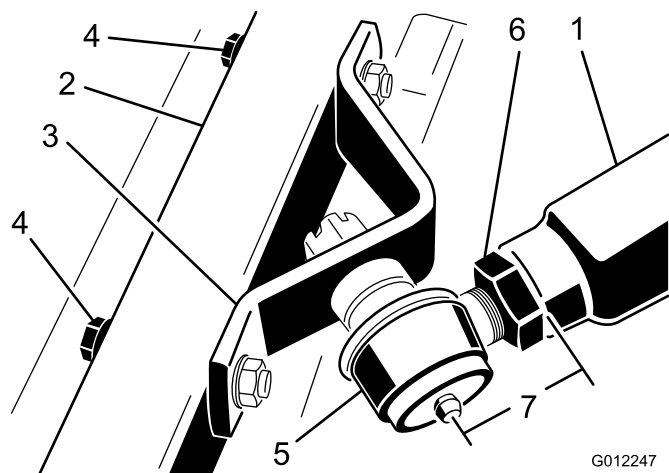

Figura 6
3. Meça a distância a partir da extremidade de cada braço do lado direito para o centro da rótula esférica (bocal de lubrificação) (Figura 6). A distância deve ser de aproximadamente 70 mm. Se a distância não for de 70 mm, desaperte a porca que prende a rótula esférica ao braço e rode a rótula esférica para dentro ou para fora até obter a distância pretendida (Figura 6). Não aperte a porca de bloqueio nesta altura.
6. Aperte a grande porca que prende a rótula esférica ao braço de pressão (Figura 6). Ao apertar a porca, segure a rótula esférica direita para permitir a oscilação adequada durante a elevação e descida da unidade de corte. Remova cuidadosamente o bloco de madeira que prende o braço em baixo.